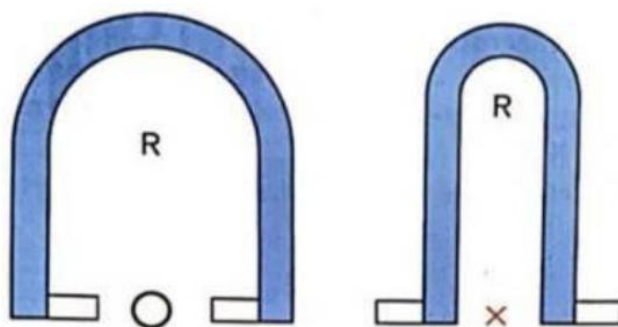

图 11.6 保持足够的弯曲半径
- ✧ 保持足够的弯曲半径（下图左边半径长度合适，右边太短），如图 11.6 所示。